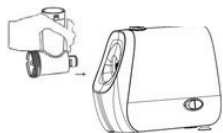

Рис. 1
- Вставьте головку мясорубки (7) в установочное место (4), нажмите на кнопку фиксатора (3) и поверните головку мясорубки (7) против часовой стрелки до фиксации (рис. 1).